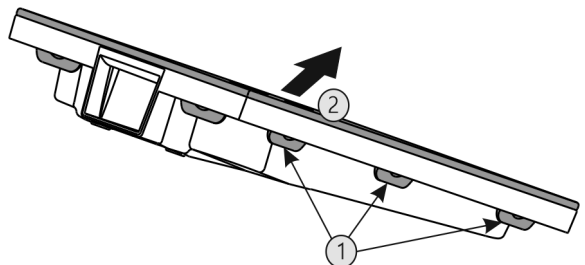

Fig. 69
- ▶ Appuyez sur toutes languettes Fig. 69 (1) l'une après l'autre et enlever le couvercle Fig. 69 (2).